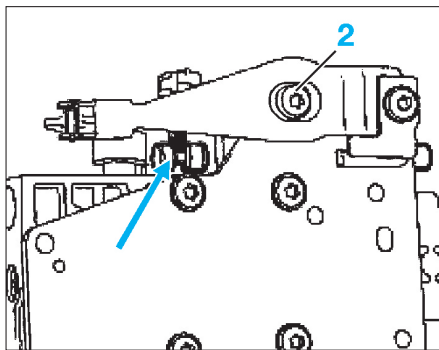

FIG. 11
- contrôler que le tiroir du distributeur soit correctement enclenché avec l'ergot (flèche) du secteur cranté (fig. 11).
• Déposer la vis (2) (fig. 11).